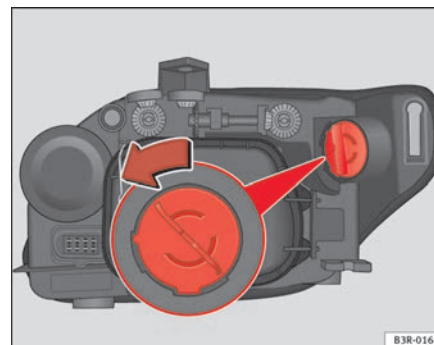

Fig. 201 Lampada luce indicatore di direzione
- Ruotare il portalampada in senso antiorario afferrandolo per l'impugnatura ⇒ fig. 201 ed estrarlo insieme alla lampadina.